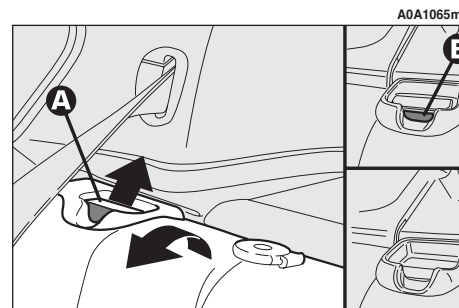
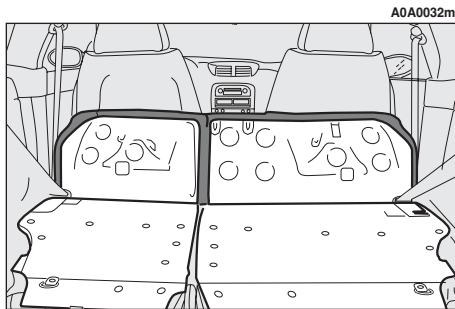

fig. 25
fig. 26
— trasversalmente tra gli schienali dei sedili anteriori ed i cuscini ribaltati dei sedili posteriori in occasione di vano bagagli totalmente ampliato (vedere **fig. 26**).
– sollevare le leve (**A-fig. 25**) di ritengo schienali e ribaltarli in avanti, in modo da ottenere un unico piano di carico (**fig. 26**).
– sollevare la leva di ritengo schienale (**A-fig. 25**) e ribaltare quest'ultimo in avanti.
– sollevare gli schienali spingendoli indietro fino a percepire lo scatto di bloccaggio di entrambi i meccanismi di aggancio, verificando visivamente la scomparsa della “banda rossa” (**B-fig. 25**) presente sulla parte superiore delle leve. Tale “banda rossa” indica infatti il mancato aggancio dello schienale;